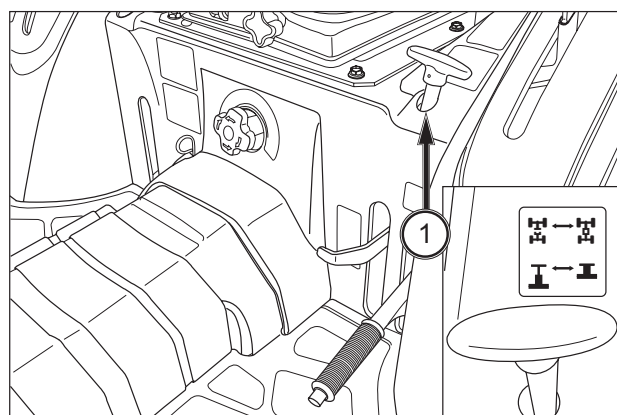

**ABB. 80**
**ABB. 80:** Mit dem Hebel für den Allradantrieb (1) wird der Vorderachsantrieb zu- oder abgeschaltet. Zeigt der Hebel nach unten, ist der Vorderachsantrieb zugeschaltet und die Motorleistung wird sowohl auf die Vorder- als auch auf die Hinterachse übertragen (Allradantrieb). Zeigt der Hebel nach oben, ist der Vorderachsantrieb abgeschaltet.